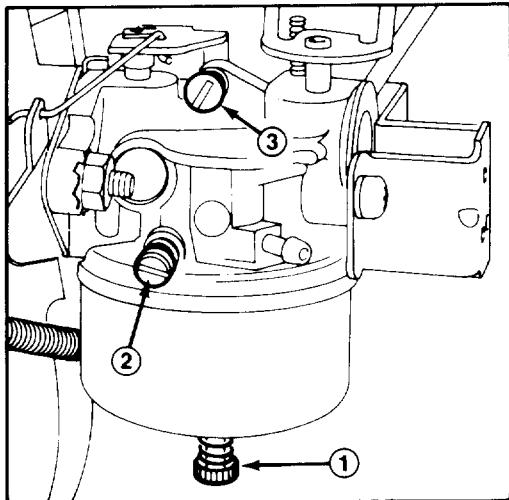

Figure 32
2. Vis de réglage de la puissance (Fig. 32). — Fermez la vis en la vissant délicatement à droite jusqu'à ce que vous sentiez une légère résistance quand le pointeau touchera son siège. Ramenez alors la vis d'un tour complet de 360° en tournant à gauche.
3. Vis de réglage du mélange de ralenti (Fig. 32) — Fermez la vis en la tournant délicatement à droite jusqu'à ce que vous sentiez une légère résistance quand le pointeau touchera son siège. Ramenez alors la vis de 1-1/2 tour complet en tournant à gauche.
5. Serrez la vis de réglage de puissance (Fig. 32) en tournant à droite de 1/8 tour à la fois, jusqu'à ce que le moteur ait des ratés à cause de la pauvreté du mélange d'essence. Tournez alors la vis à gauche de 1/8 tour à la fois jusqu'à ce que le moteur tourne de façon irrégulière par suite de mélange d'essence trop riche. Ramenez alors la vis à mi chemin entre les deux points de mélange trop riche et de
6. Ramenez la commande des gaz à la vitesse de ralenti. Serrez alors la vis de réglage de vitesse de ralenti (Fig. 32) jusqu'à ce que le moteur tourne au ralenti accéléré, soit environ 1750 tours/minute.
7. Serrez la vis de réglage du mélange de ralenti (Fig. 32) en tournant à droite de 1/8 tour à la fois jusqu'à ce que le moteur ait des ratés à cause de la pauvreté du mélange d'essence. Desserrez alors la vis en tournant à gauche 1/8 tour à la fois jusqu'à ce que le moteur commence à marcher de façon irrégulière à cause du mélange d'essence trop riche. Ramenez alors la vis de mélange de ralenti à mi chemin entre les deux points de mélange trop riche et de mélange trop pauvre.
8. Ramenez alors le réglage de la vitesse de ralenti (Fig. 32) jusqu'à ce que le moteur tourne au ralenti à 1750 tours/minute.